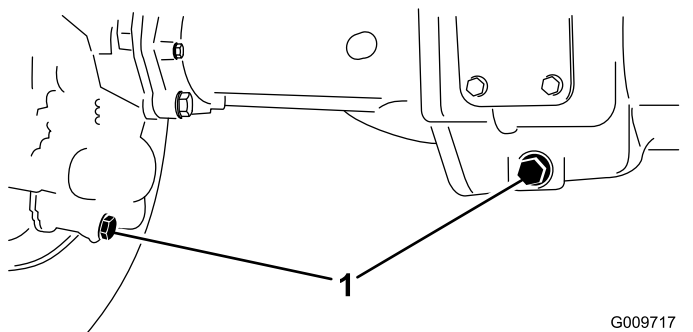

図 106
2. ドレンプラグそれぞれの端部に1本ずつ、中央に1本全部で3本の周囲をきれいにする 図 106。